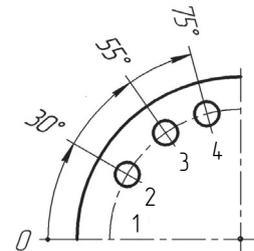

Рис. 3.15-2
2. В ответ на запрос системы *Укажите базовый отрезок* указать горизонтальную ось 1 (рис. 3.15-2).